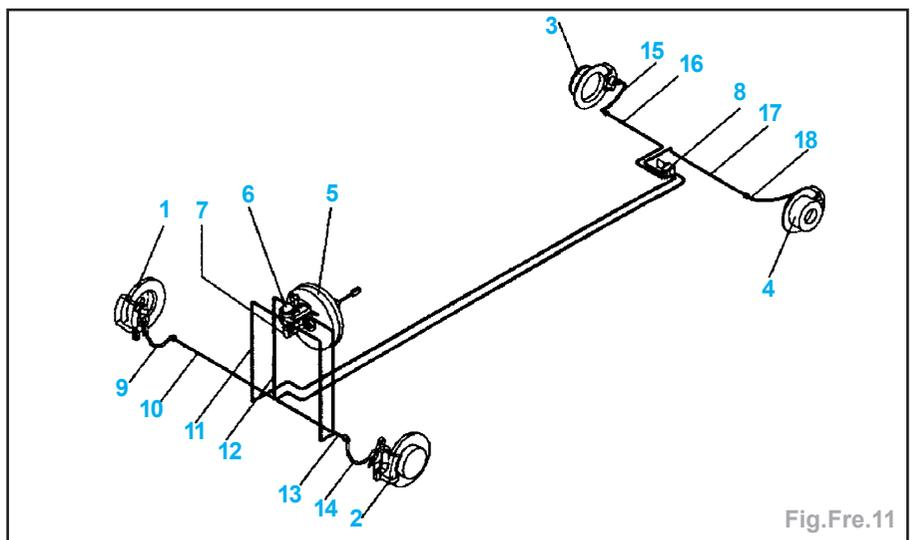

Fig.Fre.11
- Déposer le bouchon du réservoir de liquide frein (6) (Fig.Fre.11).